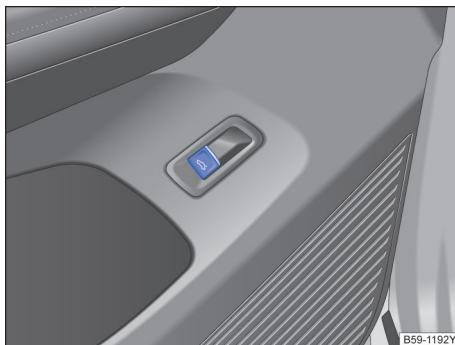

图 60 在驾驶员侧车门内：行李厢盖的开锁按钮
向上拉驾驶员侧车门内的按钮 □ → 图 60。行李厢盖自动打开。
- 或：向上拉驾驶员车门内的按钮 → 图 60。即使点火开关关闭时，按钮也能起作用。